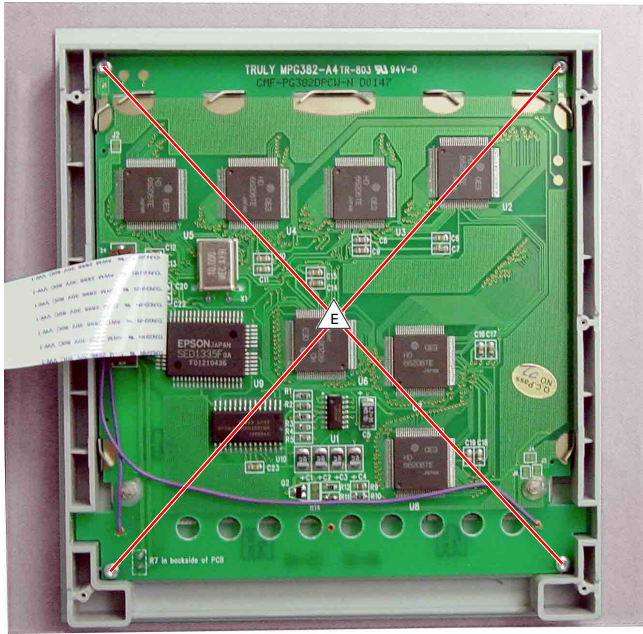

Fig. 13
- 4 Schrauben  (Fig. 13) herausschrauben und Display-Leiterplatte entnehmen.
- Undo 4 screws  (Fig. 13) and remove the Display PCB.